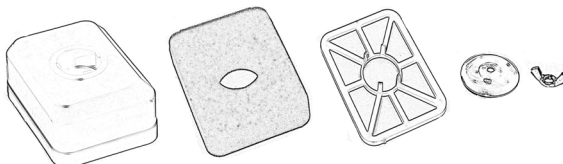

Bild 25
- Vrid försiktigt ur filtret och låt det torka. Bild 25.